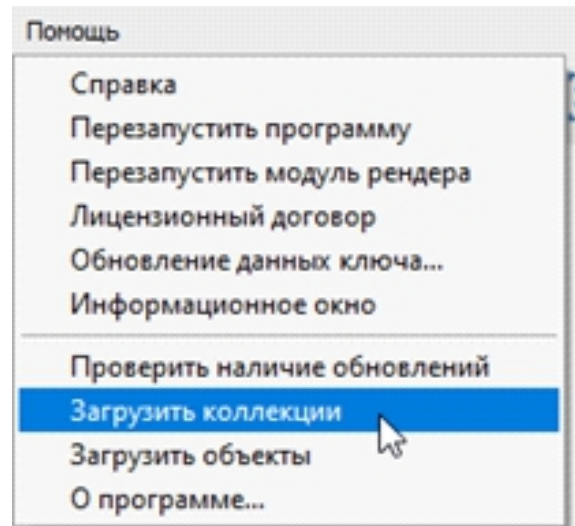

рис. 18
1. Зайдите в Главное меню в «Помощь» → «Загрузить коллекции» (рис. 18);